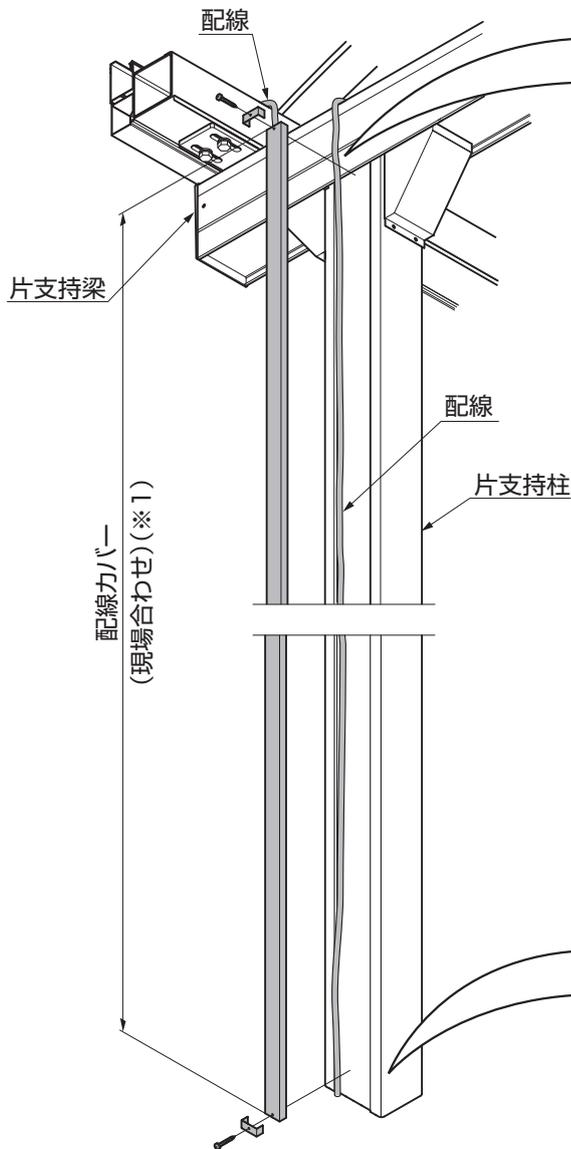

図2-13
- 配線カバー(※1)は現場に合わせて切断してください。(図2-13参照)